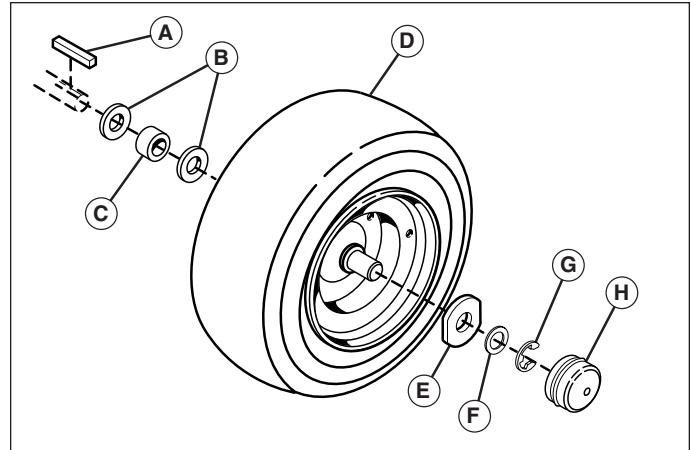

Figure 21. Rear Axle Hardware
5. Remonter les composants en procédant dans l'ordre inverse de leur dépose et abaisser la machine au sol. S'assurer de mettre la clé (A, Figure 21) en place dans l'entrée de clé de l'essieu.